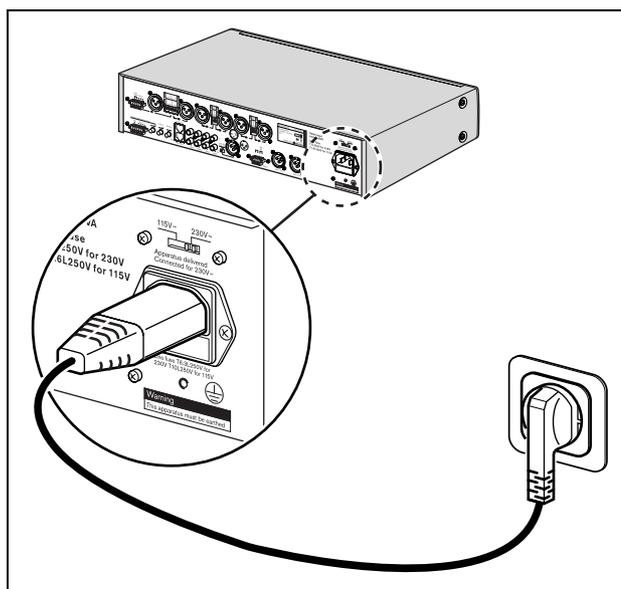

figura 3.2: Collegamento all'alimentazione e selettore di tensione
- 1 Verificare che il selettore di tensione (115V/ 230V) sia correttamente impostato per la tensione dell'alimentazione erogata nel paese di utilizzo del dispositivo (vedere figura 3.2).